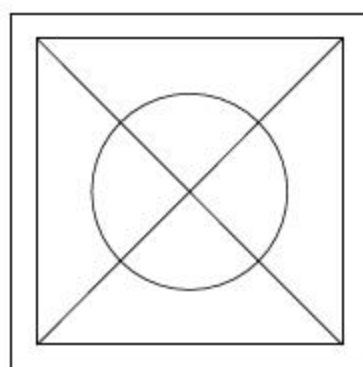

图8-198 绘制对角线
- 04 调用L【直线】命令，绘制对角线，结果如图8-198所示。